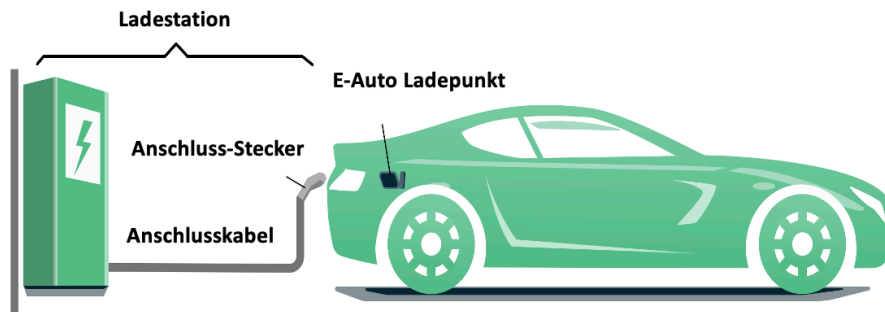

Abbildung 1 - Schematische Zeichnung der CASE C Verbindung
- Der **IEC 61851-1:2019** folgend, ermöglicht die DaheimLader Touch 11kW / 22kW Ladestation eine Ladeverbindung gemäß Case-B (flexibel an Ladestation ansteckbares Kabel) oder Case-C (fest mit Ladestation verbundenes Ladekabel) - (siehe Abbildung 1).